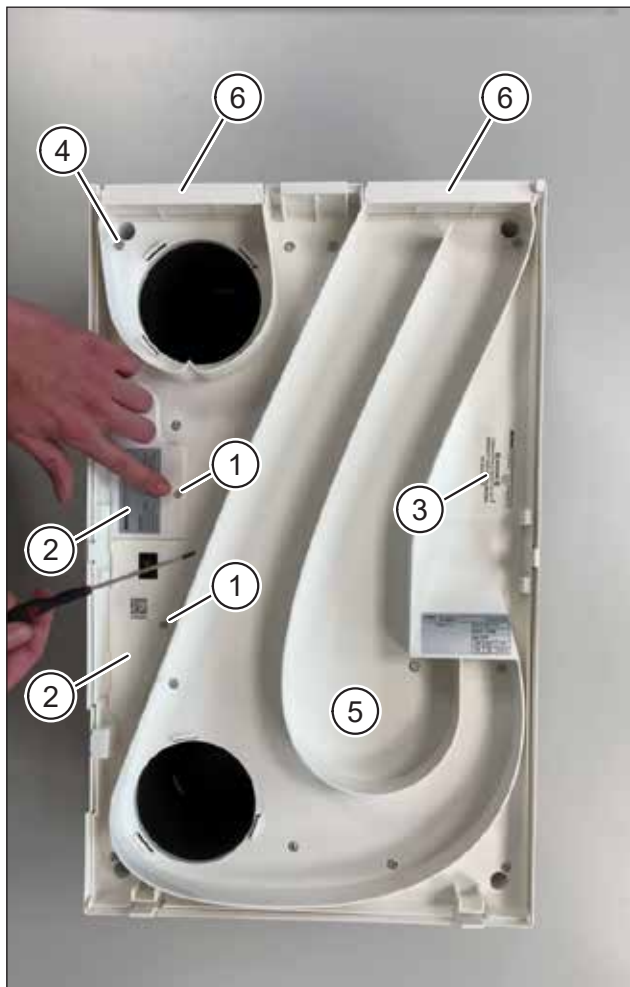

Abb. 3: Elektronikabdeckungen und Zwischenplatte entfernen
- ▶ Lösen Sie mit dem Torx-Schraubendreher TX10 die beiden Schrauben (Pos. 1 in Abb. 3) an den Elektronikabdeckungen.
- ▶ Heben Sie die beiden Elektronikabdeckungen (Pos. 2 in Abb. 3) ab.
- ▶ Entfernen Sie das Siegel (Pos. 3 in Abb. 3) mit einem Schlitzschraubendreher.
- ▶ Lösen Sie mit dem Torx-Schraubendreher TX20 die 13 Schrauben (Pos. 4 in Abb. 3) auf der Zwischenplatte.
- ▶ Heben Sie die Zwischenplatte (Pos. 5 in Abb. 3) mit den beiden Luftgittern (Pos. 6 in Abb. 3) ab.
| Elektronikabdeckungen | ABS | Pos. 2 in Abb. 3 |
| Luftgitter | ABS | Pos. 6 in Abb. 3 |
| Zwischenplatte | ABS | Pos. 5 in Abb. 3 |
| Zwischenplattendichtung | Zellkautschuk EPDM | Pos. 5 in Abb. 3 |